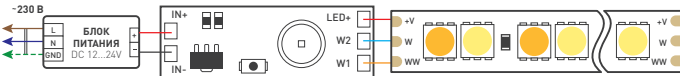

Рисунок 4. Схема подключения выключателя.
- 3.4. Подключите светодиодную ленту MIX к выходу выключателя, соблюдая полярность (см. Рис. 4).
- 3.5. Подключите питание ко входу выключателя, соблюдая полярность (см. Рис. 4). Напряжение питания должно соответствовать напряжению подключенной светодиодной ленты и не превышать рабочее напряжение выключателя.